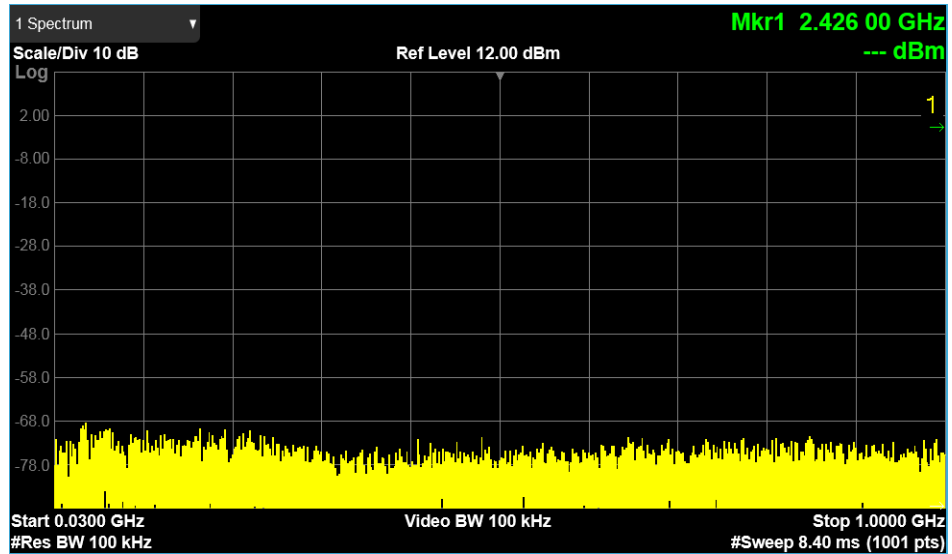

图 17. Tx 带外杂散 @ 250 kbit/s
- 图 17 显示了 GFSK 数据速率为 250 kbit/s，频段为 30 MHz 至 1 GHz 的 Tx 带外杂散。